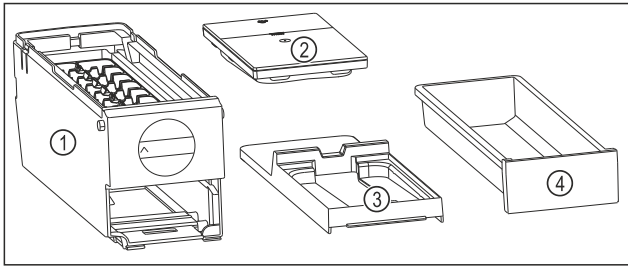

Fig. 114 EasyTwist-Ice:n osat
- ▷ EasyTwist-Ice on jaettu neljään osaan. (katso Fig. 114)
- ▶ Pura EasyTwist-Ice vain kuvissa esitettyihin osiin. (katso Fig. 114)
- ▶ Puhdista EasyTwist-Ice-runko Fig. 114 (1) kokonaisuutena.